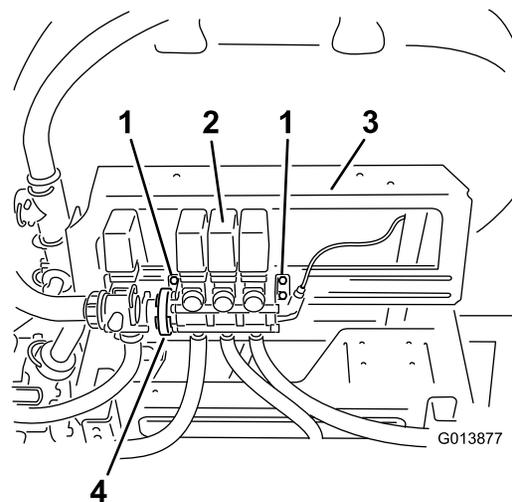

Figura 4
2. Afloje la abrazadera sin fin que sujeta la válvula de agitación al conjunto de las válvulas de los brazos (Figura 4).
1. Afloje, pero no retire, los pernos que sujetan el conjunto de válvulas de los brazos al soporte de montaje derecho (Figura 4).